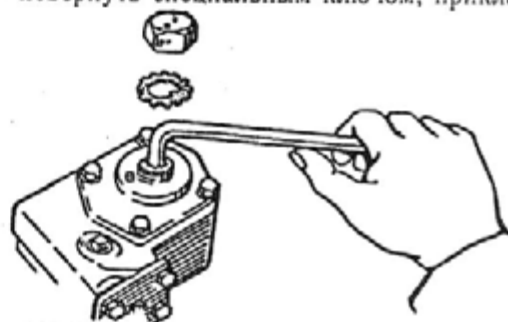

Рис. 280. Регулировка зацепления ролика с червяком
Если осевого перемещения червяка нет, то нужно отрегулировать только зацепление червяка с роликом (рис. 280).
- отвернуть колпачковую гайку 4 (см. рис. 274 и рис. 280) и снять стопорную шайбу 2 со стопорного штифта 5;